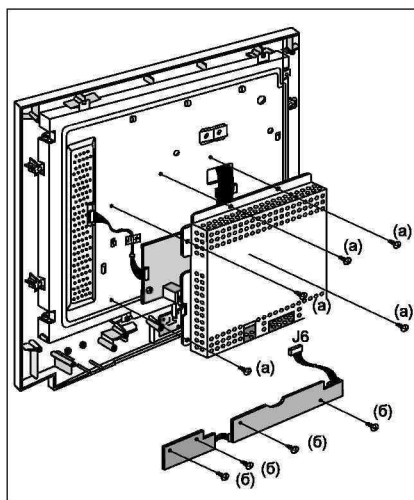

Рис. 5
3. Выкручивают пять винтов (а) крепления защитного экрана электронных плат (рис. 5), отсоединяют соединитель J6 и снимают экран.
4. Выкручивают четыре винта (в) и снимают плату панели управления (рис. 5).